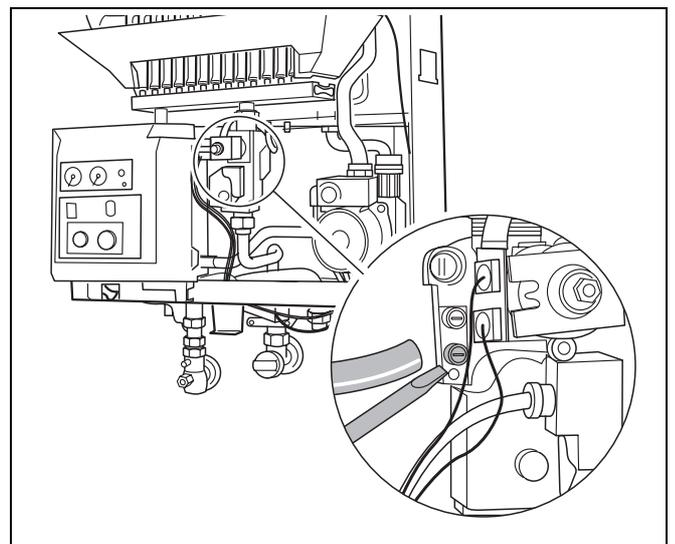

Fig. 23 Disareare la tubazione d'alimentazione del gas
- Svitare un poco la vite di chiusura del nippel per la prova della pressione e la disareazione e fissare al nippel un tubo flessibile (fig. 23).